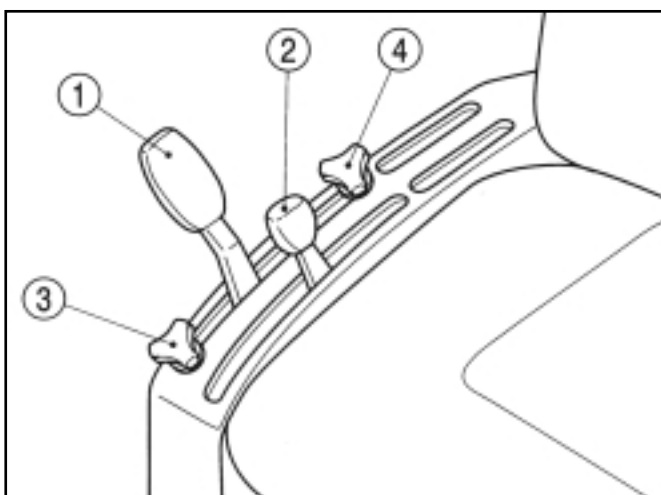

FIG. 65 / ABB. 65 / FIG. 65
**Positions des leviers** Utilisez le levier (1) dans la Fig. 65 pour faire monter et descendre l'accessoire. Utilisez le levier (2) pour régler la profondeur de travail et la sensibilité du système dans le sol. Le levier (1) peut aussi être utilisé sur un terrain sableux pour éviter que l'accessoire ne descende trop bas dans le sable.
**Hebelpositionen** - Den Positionshebel (1) in Abb. 65 zum Heben/Senken des Anbaugeräts verwenden. Den Zugregelungshebel (2) zum Regulieren der Arbeitstiefe und der Empfindlichkeit auf den Bodenzug benutzen. Der Positionshebel (1) kann auch bei lockerem Boden und geringem Zug ein übermäßiges Absenken des Hubwerks verhindern.
**Standen van de hendel** - Gebruik de hendel voor de positierегeling (1) in Fig.65 om het werktuig omhoog of omlaag te brengen, en gebruik de hendel voor de trekkrachtregeling (2) om de werkdiepte van het werktuig en de trekkracht in de ondergrond in te stellen. U kunt de hendel voor de positierегeling (1) ook gebruiken om buitengewoon lage standen van de hefinrichting te voorkomen in gebieden die zeer lage trekkracht vereisen (zoals zandige bodems).